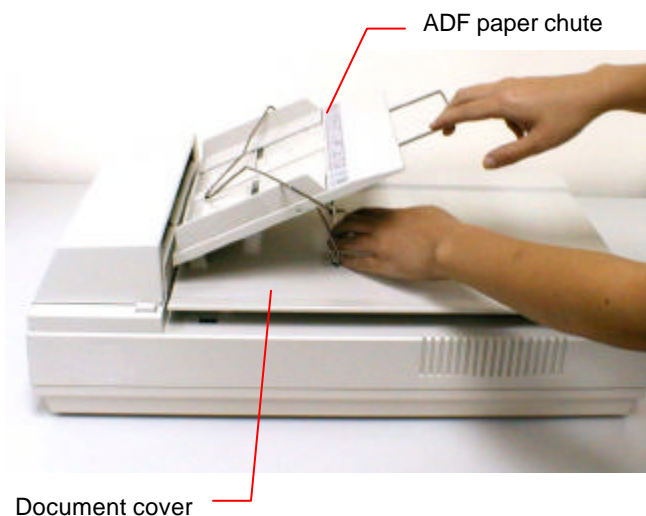

Figure 2-4 - Installation du dispositif d'alimentation papier et du guide papier
2.2 BAC FEUILLE A FEUILLE DE L'ADF (ALIMENTATION AUTOMATIQUE DE DOCUMENTS) (FIGURE 2-4)
- iii). Insérez le pied métallique dans les ergots de blocage situés sur le couvercle ②.